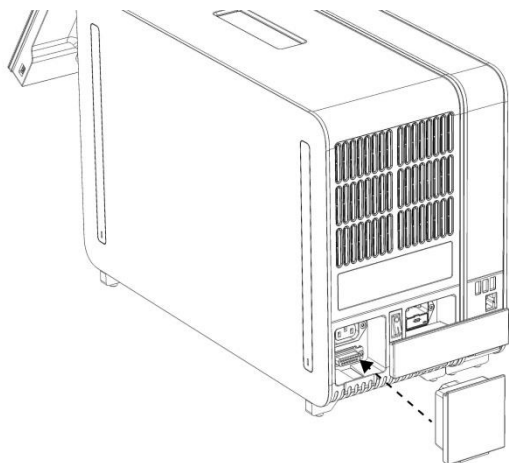

Figura 6. Conexión del puente de terminación.
6. Conecte el puente de terminación en la parte posterior del módulo analítico (figura 6).